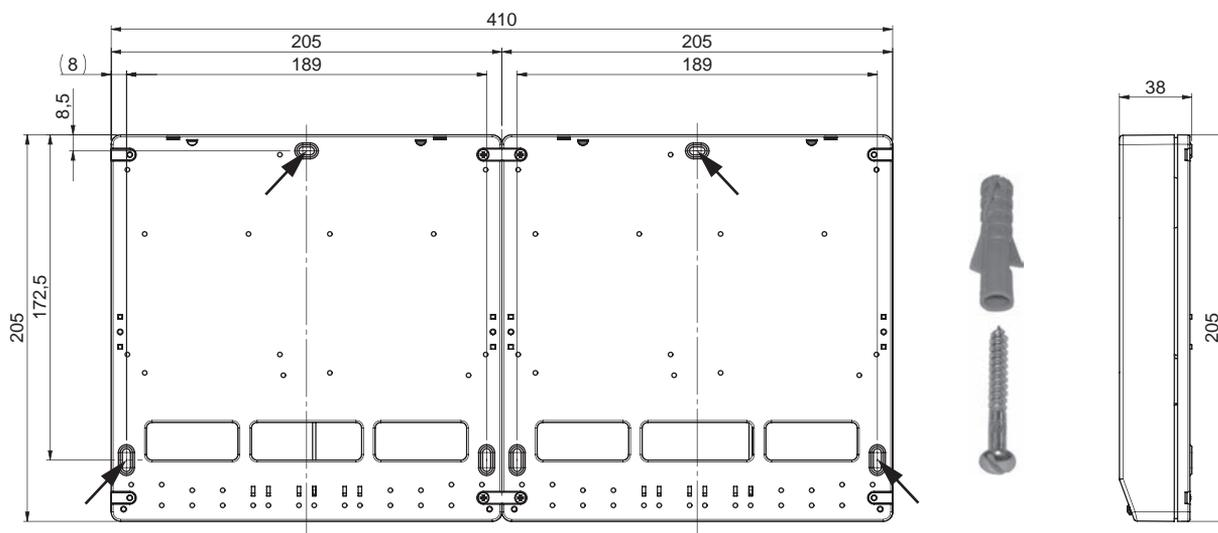

Fig.13 Schizzo quotato - vista da dietro
- Praticare i fori di montaggio ( $\varnothing$  6 mm) nel muro come nello schizzo (Fig.13).